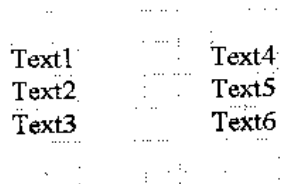

图 4-56 单行注释的 6 次连续放置
- (1) 鼠标左键单击一般绘图工具栏 PlaceAnnotation 按钮 ，或执行菜单命令 Place\Annotation，或按下 Alt+P+T 键，即进入执行放置单行注释命令状态。
- (2) 执行命令后，光标形状变成了十字形状，并附上了一个浮动注释虚框。按下空格键可改变单行注释的放置方向。
- (3) 移动十字光标到适当位置，单击鼠标左键或按下 Enter 键，放置一个单行注释。
- (4) 此时系统仍然处于放置单行注释的命令状态，可以继续放置其他注释，或者单击鼠标右键或按下 Esc 键，退出放置单行注释状态。第一次使用 Protel 99 SE 时，默认的单行注释文字为 Text。放置单行注释过程中，可以使用单行注释属性设置对话框，随时更改注释文字。如果定义的单行注释的最后一位或几位是数字，在下一次放置单行注释时，系统会默认将注释文字的最后数字自动加 1，如图 4-56 所示。